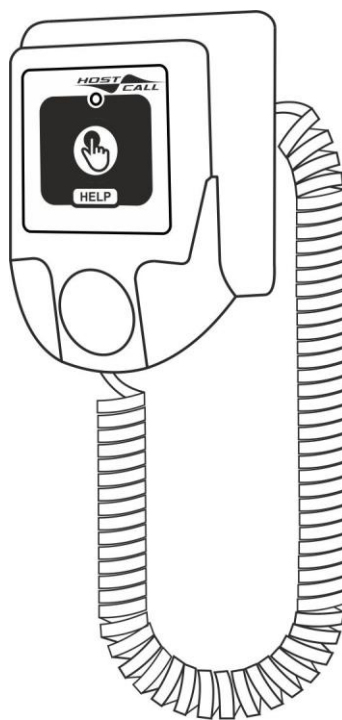

Рисунок 5.1. Выносная проводная цифровая кнопка вызова MP-432W1
1. Выносная проводная цифровая кнопка вызова MP-432W1, имеющая крепление на настенном держателе (рис. 5.1).